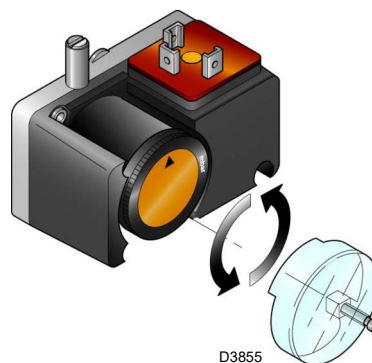

Рис. 33
- Установите реле минимального давления газа (Рис. 33 на стр. 36) на начало шкалы.
Отрегулируйте реле минимального давления газа (Рис. 33) после регулировки горелки, газовых клапанов и стабилизатора рампы.